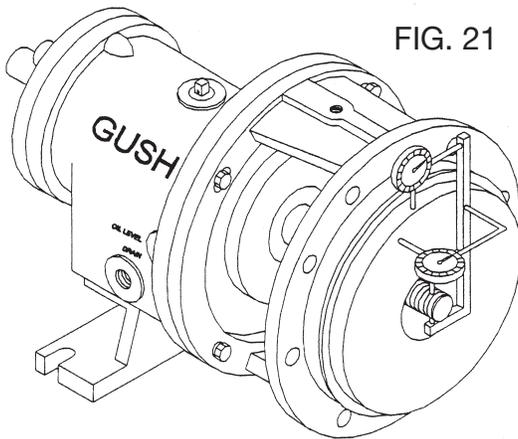

FIG. 21
7. Instale el sello de aceite (15) en la armadura de rodamientos.
8. Instale la placa de vastago (23) al vastago (18).
9. Inspeccione "runout" de la placa de vastago. Rote el eje un turno, si la lectura varia más de .005", determine la causa y correja antes de continuar. (Fig. 21)
10. Instale la manga del eje (16) en el eje.